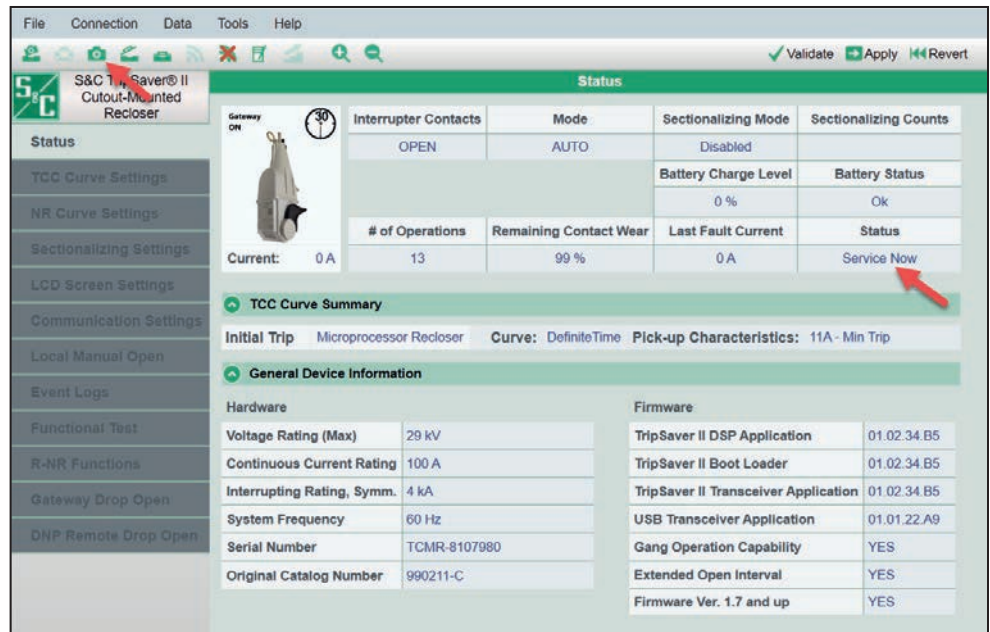

Figura 155. La pantalla de *Estado* que muestra el estado de **Servicio Ahora** y la ubicación del icono de **Guardar Instantánea**.
- PASO 2.** Confirme que el reconectador TripSaver II está en el estado de **Service Now (Servicio Ahora)** revisando la pantalla de *Estado*. Luego, revise el campo de **Remaining Contact Wear (Desgaste de Contacto Remanente)**. Si el desgaste restante de los contactos es de 0%, el Reconectador Montado en Cortacircuito TripSaver II, debe ser puesto fuera de servicio. Si es mayor a 0%, continúe con el Paso 3. Vea la Figura 155 en la página 113.
- PASO 3.** Cree un archivo de instantáneas haciendo clic en el icono de **Save Snapshot (Guardar Instantáneas)**. Consulte la Figura 155 en la página 113. Póngase en contacto con S&C a través del Centro Global de Soporte y Monitoreo al 1-888-762-1100. El técnico de soporte solicitará el archivo de instantánea por correo electrónico.